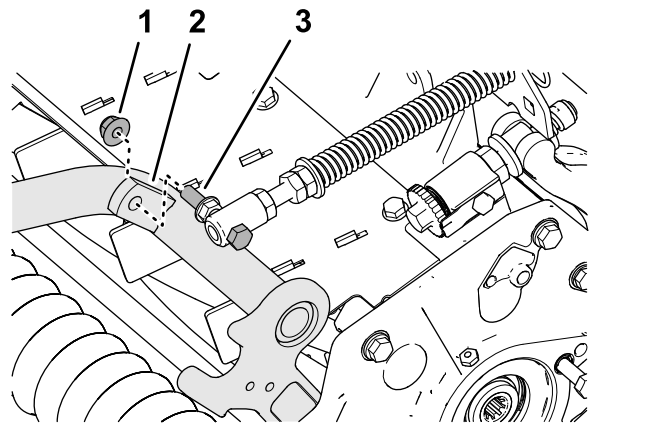

Bild 20
4. Montieren Sie die Kopfschraube der Rasenkompensierungsfeder an der rechten Lasche des Trägerrahmens (**Bild 20**) mit der Sicherungsbundmutter ($\frac{3}{8}$ ").